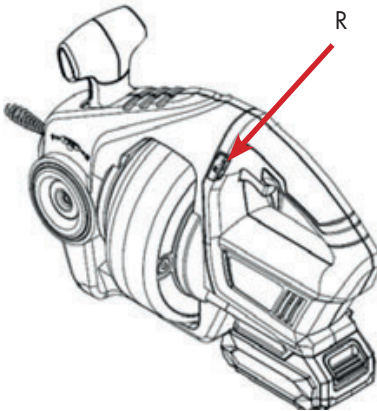

Fig. 4
- Tryck på L för framåtriktad rotation och R för bakåtriktad rotation (fig. 4 och 5).
- Använd endast den omvända rotationsriktningen för att frigöra spiralaxeln från ett blockerat läge (fig. 4).